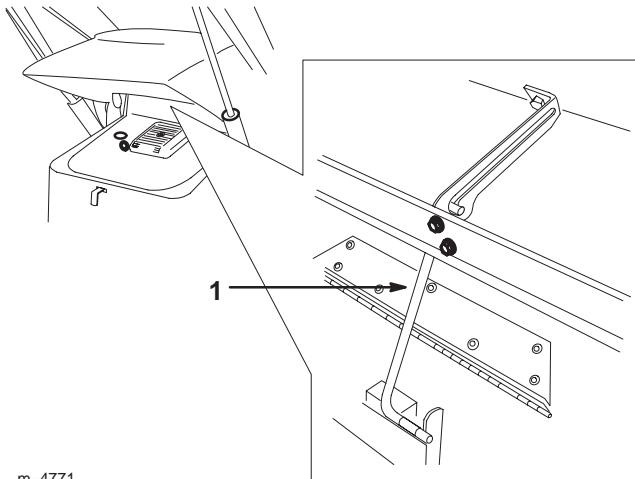

Bild 20
- Ziehen Sie Stange hoch, die die Motorhaube offen hält, und senken Sie die Motorhaube ab (Bild 20).